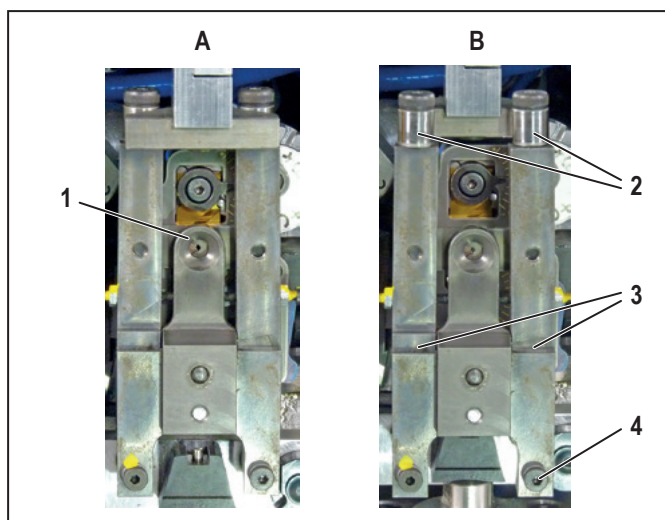

Ilustración 7.4 Unidad de soportes de fijación de los cables trenzados en posición de servicio (A) y tirada hacia adelante (B)
- Tire de la unidad de soportes de fijación de los cables trenzados hacia adelante (ilustración 7.4 , B).
- Compruebe que los rodillos (2) puedan moverse libremente. En caso necesario, lubrique los puntos de rotación de los rodillos.
- Aplique aceite en los puntos de rotación (3) de la unidad de soportes de fijación de los cables trenzados.
- Asegúrese de que la unidad de soportes de fijación de los cables trenzados se encuentre en la posición delantera (ilustración 7.4, B).
- Retire el tornillo derecho de abajo de la unidad de soportes de fijación de los cables trenzados (ilustración 7.4, 4).